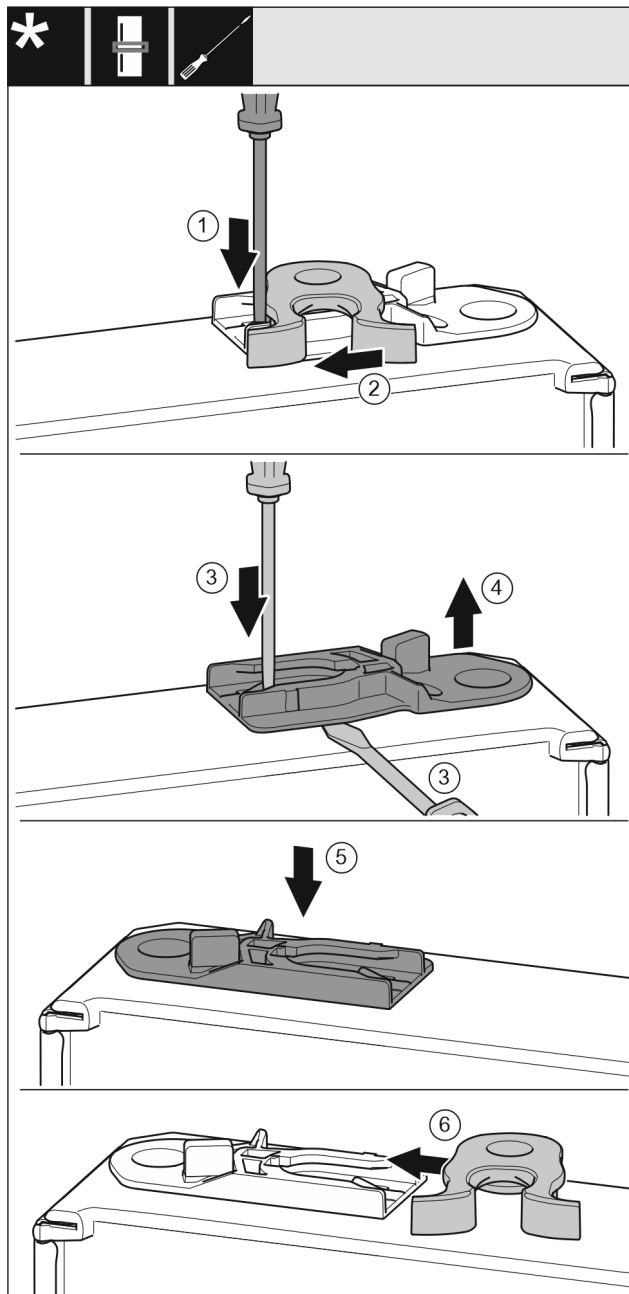

Fig. 19
- ▶ Odvijačem s ravnom glavom pritisnite spojnicu Fig. 19 (1) prema dolje.
- ▶ Izvucite kuku za zatvaranje Fig. 19 (2) iz vodilice.
- ▶ Izvucite čahuru za vođenje Fig. 19 (3, 4): Odvijačem s ravnom glavom pritisnite spojnicu i istodobno umetnite odvijač s ravnom glavom ispod čahure za vođenje.
- ▶ Gurnite isporučenu čahuru za vođenje Fig. 19 (5) na drugoj strani uređaja.
- ▶ Gurnite kuku za zatvaranje Fig. 19 (6) u vodilicu.